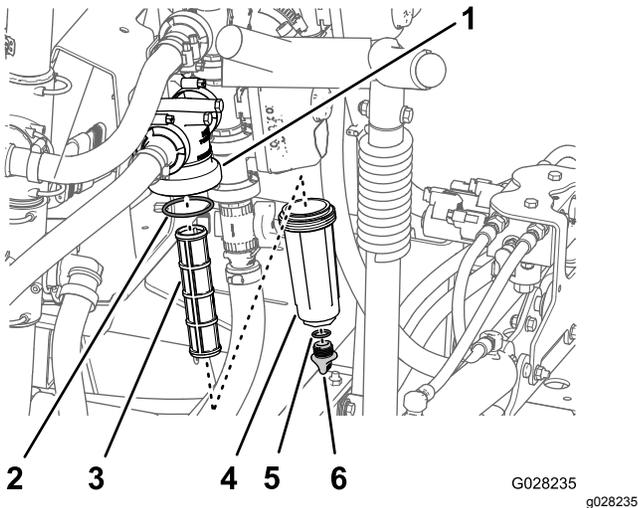

Figura 22
2. Coloque un recipiente de drenaje debajo del filtro de presión (Figura 22).
3. Gire el tapón de vaciado en sentido antihorario y retírelo de la cubeta del filtro de presión (Figura 22).
4. Gire la cubeta en sentido antihorario y retire la cabeza del filtro (Figura 22).
5. Retire el elemento del filtro de presión (Figura 22).
7. Inspeccione la junta del tapón de vaciado (situada dentro de la cubeta) y la junta de la cubeta (situada dentro de la cabeza del filtro) en busca de daños o desgaste (Figura 22).
8. Instale el elemento del filtro de presión en la cabeza del filtro (Figura 22).
9. Instale la cubeta en la cabeza del filtro y apriétela a mano (Figura 22).
10. Coloque el tapón de vaciado en el acoplamiento inferior de la cubeta, y apriete el tapón a mano (Figura 22).